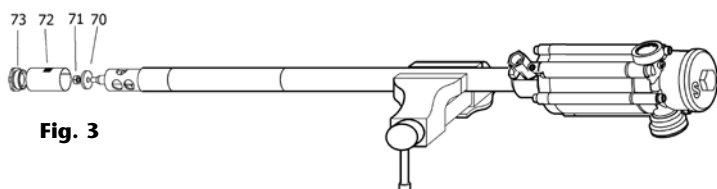

Fig. 3
2. Dévissez la fixation du filtre (73) du tube principal (69), retirer le filtre (72), dévisser l'écrou (71) et enlever l'amorçeur (70) (fig. 3).